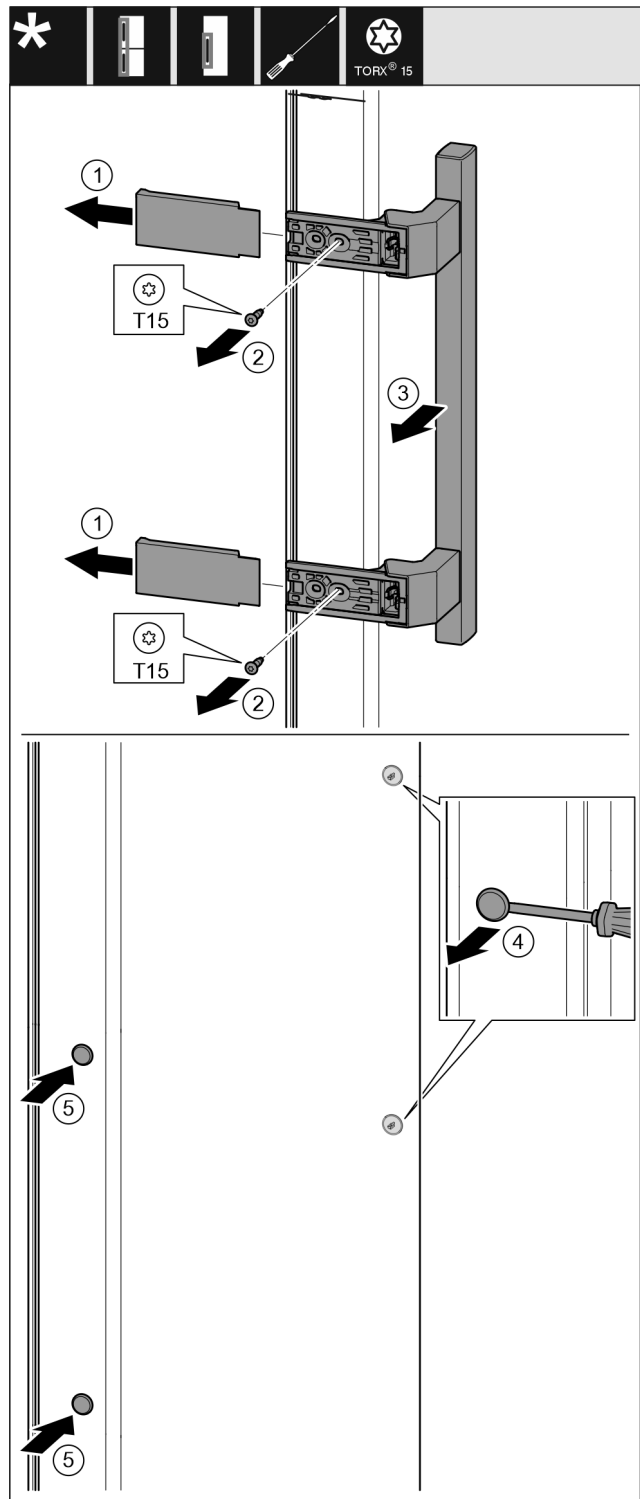

Fig. 19
- ▶ Húzza le a fedelet. Fig. 19 (1)
- ▶ Csavarja ki a csavarokat a Torx 15 csavarhúzóval. Fig. 19 (2)
- ▶ Vegye le a fogantyút. Fig. 19 (3)
- ▶ Óvatosan emelje meg az oldalsó dugókat egy lapos csavarhúzóval, és húzza ki őket. Fig. 19 (4)
- ▶ Helyezze be a dugókat a másik oldalon. Fig. 19 (5)